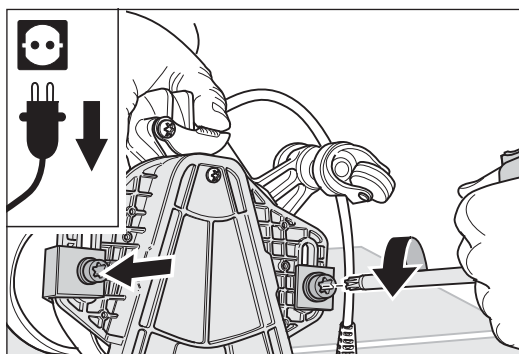

Fig. 27 Desenroscar los dos tornillos que fijan el Brazo adicional.
- 3 Desenrosque con la llave múltiple los dos tornillos que fijan el Brazo adicional a la caja del ventilador (Fig. 27).